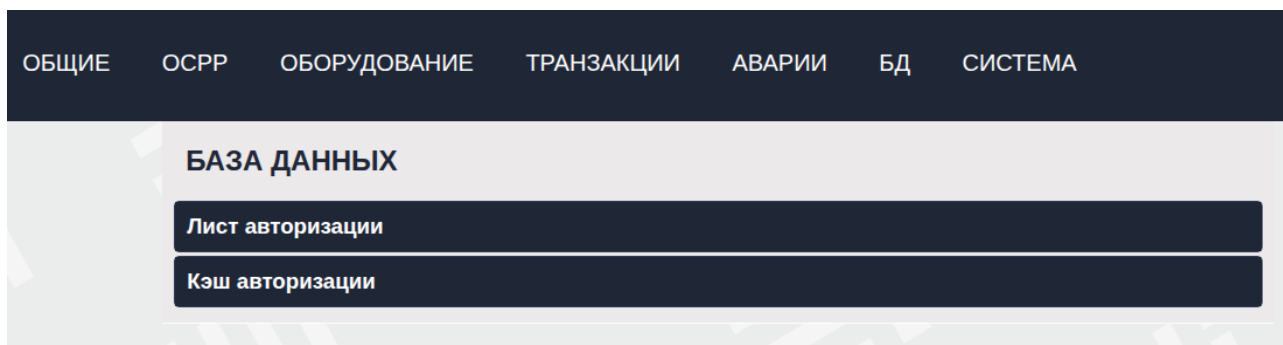
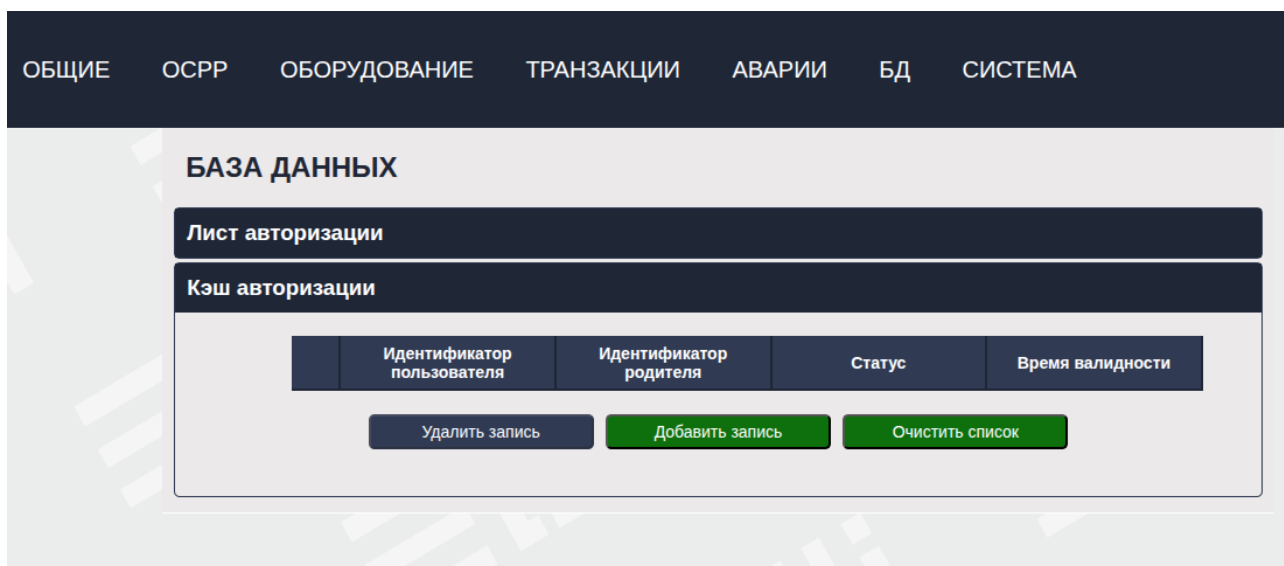

Рисунок 18. Вид раздела «БД» web-интерфейса панели оператора
Рисунок 19. Вид подраздела «Кэш авторизации» web-интерфейса панели оператора
6.1. В web-интерфейсе панели оператора открыть раздел “БД” (рисунок 18), открыть вкладку «Кэш авторизации», после чего отобразиться окно управления списком RFID-карт (рисунок 19).